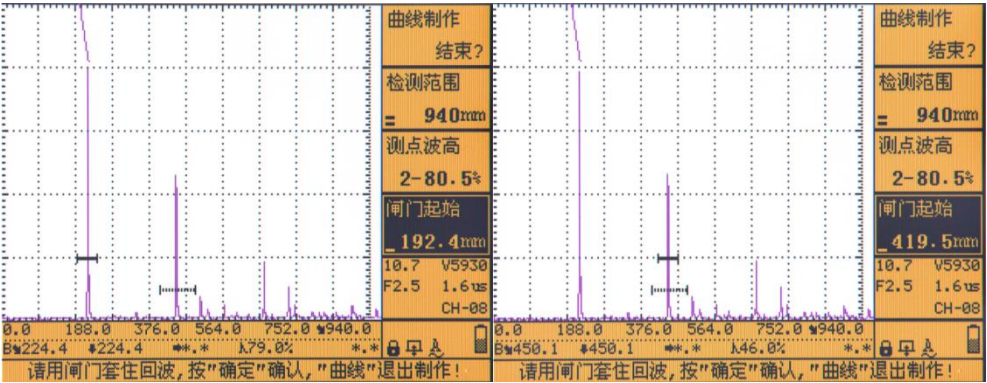
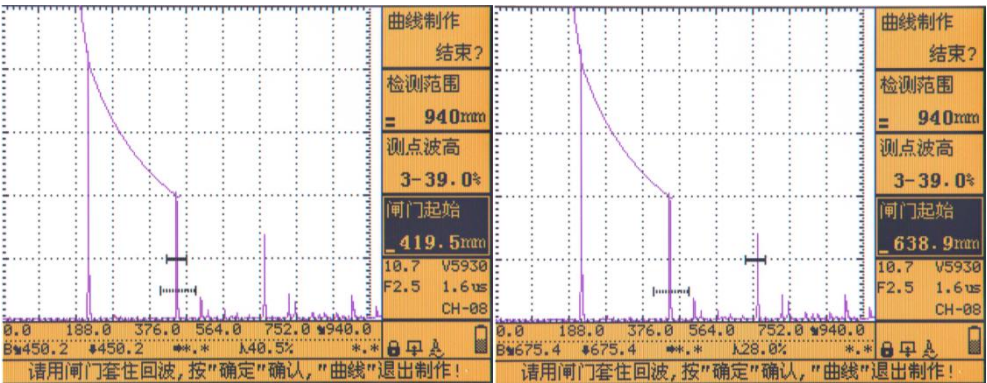
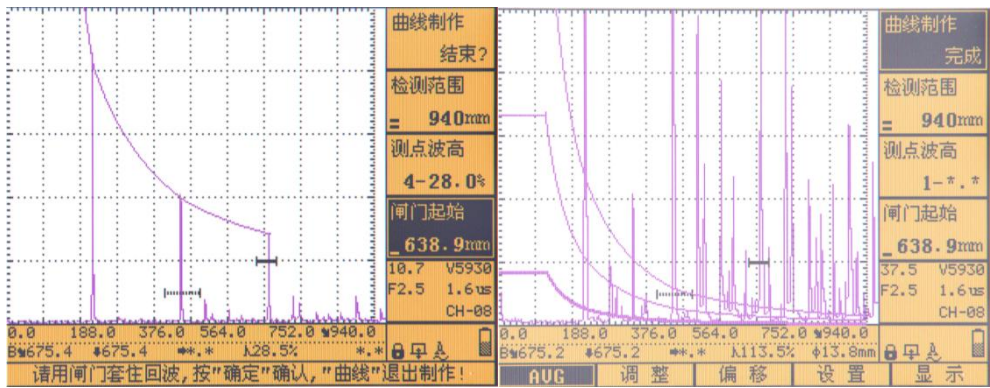

图 6.42 图 6.43
图 6.44 图 6.45
图 6.46 图 6.47
- 3、将探头耦合在 DB-P 试块上，调节闸门位置以锁定大平底一次回波后，按【自动增益】键，将一次回波调整到 80%，单击【确认】键，则仪器自动记录下闸门内的波峰位置和高度，调节闸门位置以锁定大平底的下一次以及后续的多次回波，如图 6.42，图 6.43，图 6.44，图 6.45，图 6.46 所示，并单击【确认】键，选择“曲线制作”子菜单，单击【确认】键，结束多点 AVG 曲线的制作，曲线自动生成，如图 6.47 所示。